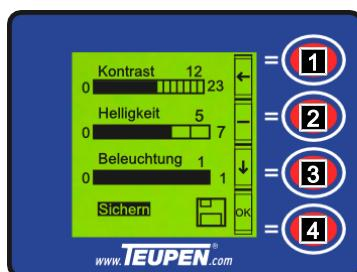

Abb. 91
6. Mit den [Funktionstasten] (Abb.91/2 und 3) den Cursor auf "Sichern" stellen.
7. Mit der [Funktionstaste] (Abb.91/4) die Einstellungen speichern.
8. Mit der [Funktionstaste] (Abb.91/1) zurück in das Menü „Einstellungen“ springen.